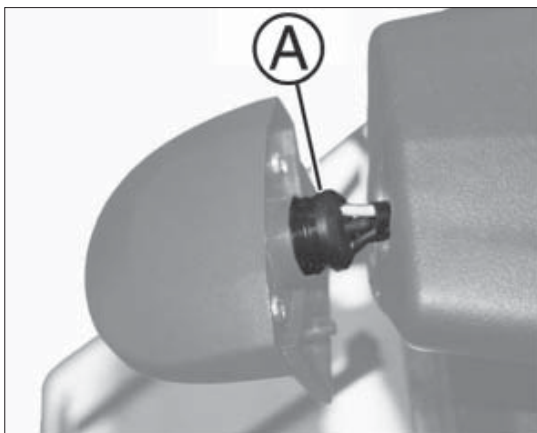

fig. 5
- asportare il gruppo completo lampada-portalampada A fig. 5 dalla copertura in plastica;
- introdurre il gruppo lampada-portalampada A fig. 5 all'interno della copertura in plastica;